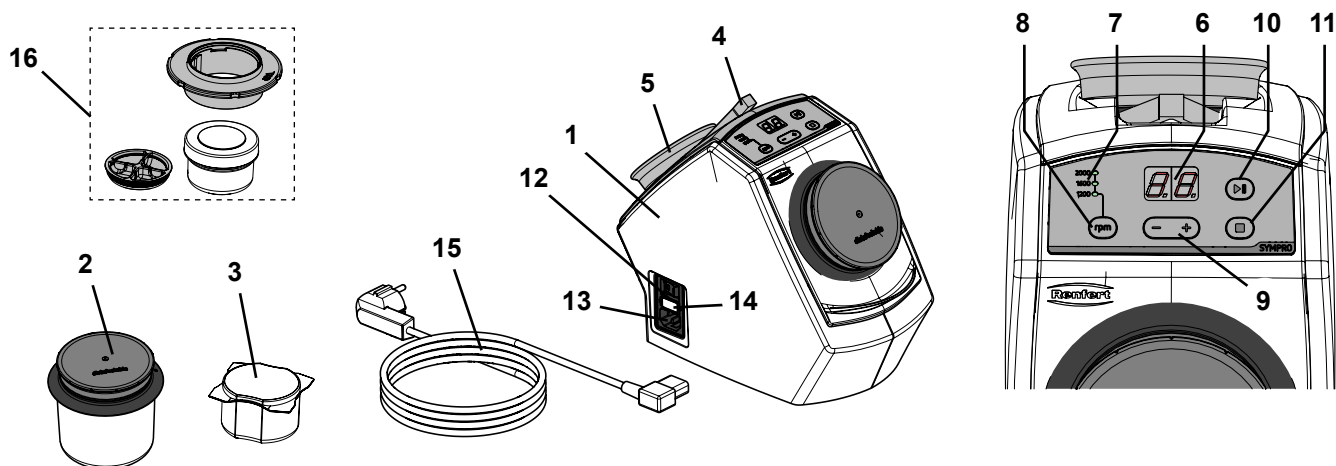

Abb. 1
- ⇒ Platzieren Sie die beiliegende Pinzette und den Haltemagneten in den Haltemulden auf der Geräterückseite (Abb. 1).
- ⇒ Wählen Sie das Netzkabel (15, Abb. 1) mit dem in Ihrem Land passenden Netzstecker.
- ⇒ Netzkabel in Netzanschluss (13, Abb. 1) einstecken.
- ⇒ Schalten Sie das Gerät am Netzschalter (12, Abb. 1) ein.
- ⇒ Befüllen Sie den Reinigungsbecher (2, Abb. 1) mit 75 g Reinigungsnadeln (entspricht einer Verpackungseinheit).
- ⇒ Befüllen Sie den SYMPRO Mini-Becher (16, Abb. 1) mit ~ 5 g Reinigungsnadeln.
- ⇒ Reinigungszeit mit + / - Tasten (9, Abb. 1) einstellen (Einstellbereich 0 bis 30 Min.).
- ⇒ Drehzahl mit Drehzahlwahltaste (8, Abb. 1) einstellen.
- ♦ Die Drehzahlanzeige (7, Abb. 1) zeigt die gewählte Drehzahl an.